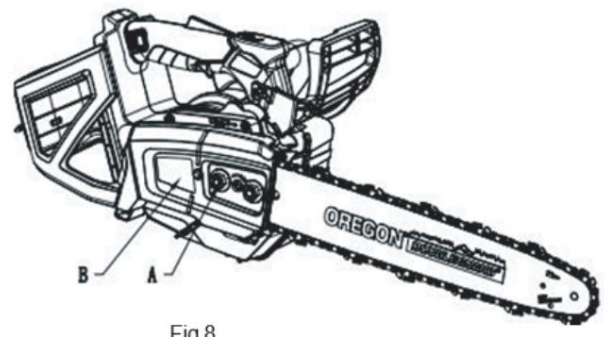

Fig 8
5. Spænd møtrikken på kædehjuls dækslet (A) for at montere kædehjuls dækslet (B) (fig. 8).